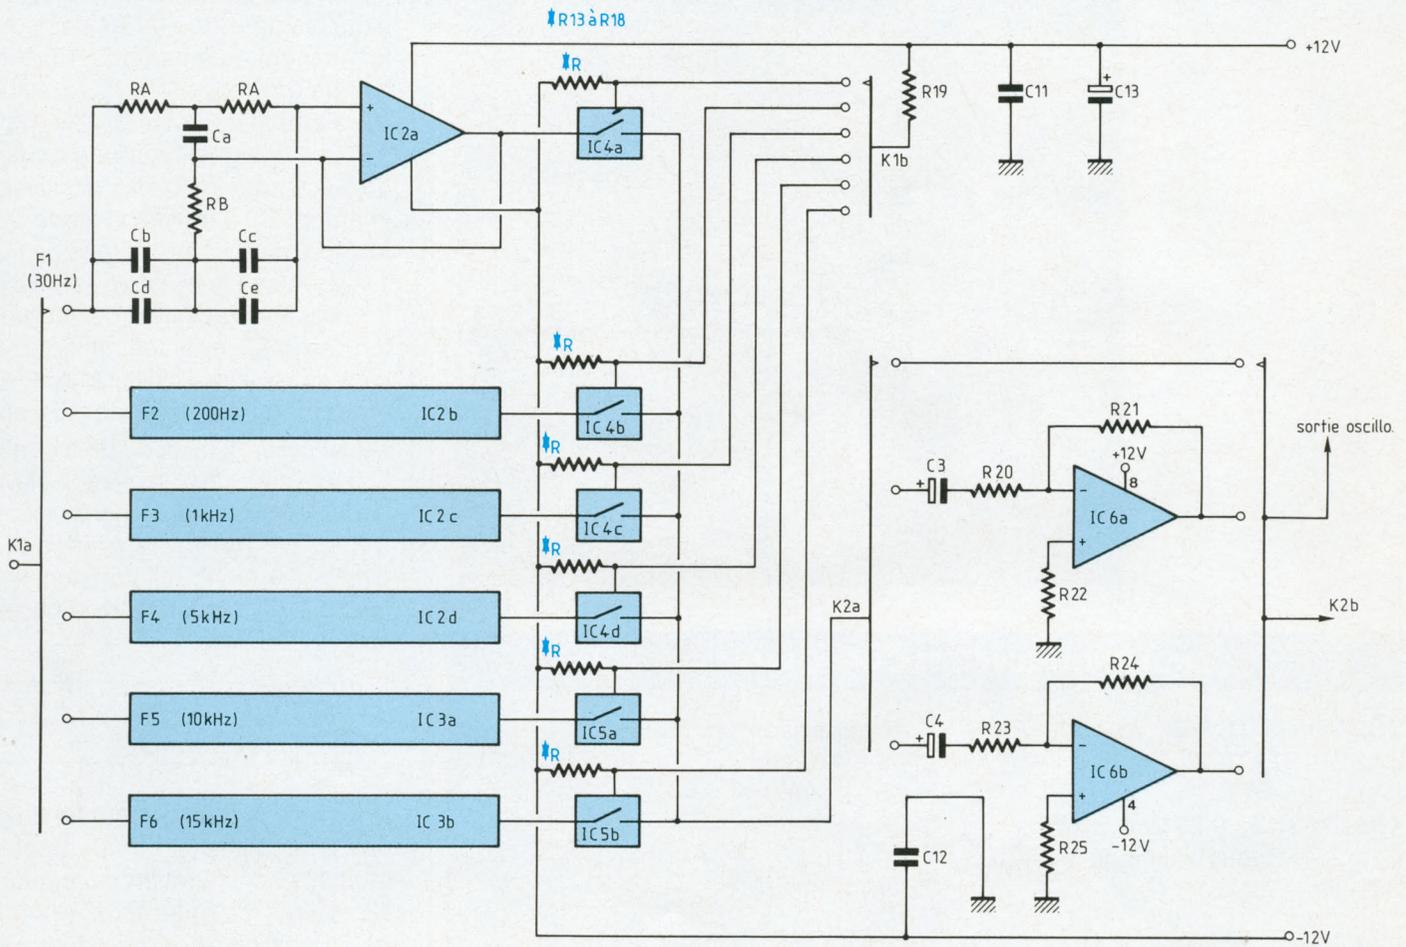

Fig. 15 : Filtrés et leurs commutations.
Nous avons déjà discuté la structure des filtres éliminateurs de fréquence et leur reconfiguration sous forme de filtres actifs. La figure 15 montre la mise en application de ces résultats. Seul le filtre F1 y a été détaillé, les mêmes références (RA, RB, Ca, ... Ce) étant reprises pour les fréquences F2 à F6. Les amplificateurs opérationnels associés sont regroupés en deux circuits intégrés : un quadruple amplificateur BIFET IC2 et un double amplificateur IC3.
- On choisit un condensateur ( $C_a$  dans la figure 15) de valeur nominale  $100 \text{ nF}$  et on mesure très précisément sa capacité.
étant portée à  $-12$  V par les résistances R13 à R18. Cependant, le commutateur K1b, dont le plot central rejoint le  $+12$  V par la résistance R19 faible vis-à-vis des précédentes, ferme l'une des portes en amenant sa commande au voisinage de  $+12$  V (IC4a, donc le filtre F1, dans la figure 15). La fréquence correspondante se trouve
Nous ne donnons, dans ce numéro, que les valeurs des composants des filtres et de leurs amplificateurs, correspondant à la figure 15.
construction, nous proposons, dès maintenant, la carte qui rassemble l'essentiel des sections du montage. On n'y installera, dans un premier temps, que les composants qui correspondent à la figure 15 et dont nous fournissons plus loin la nomenclature. Les commutateurs K1 et K2, qui prennent place, avec les afficheurs du voltmètre et les composants de la figure 14, sur une carte de contre- façade, ne sont pas utilisés.